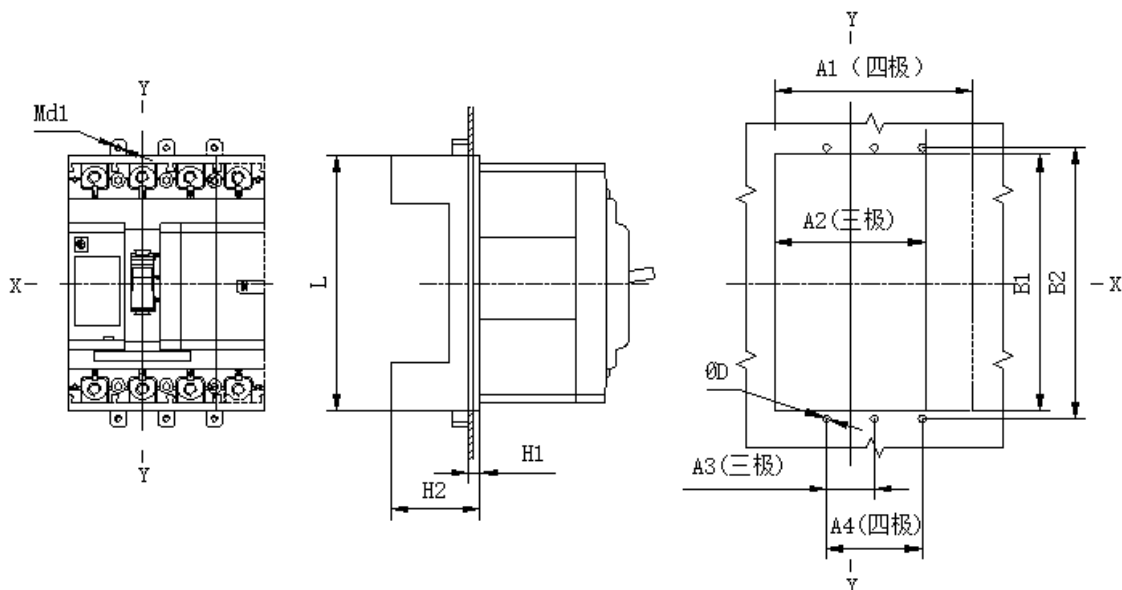

图 7
5.6 插入式板前接线（大开孔式）外形及安装、开孔尺寸见图 7、表 13